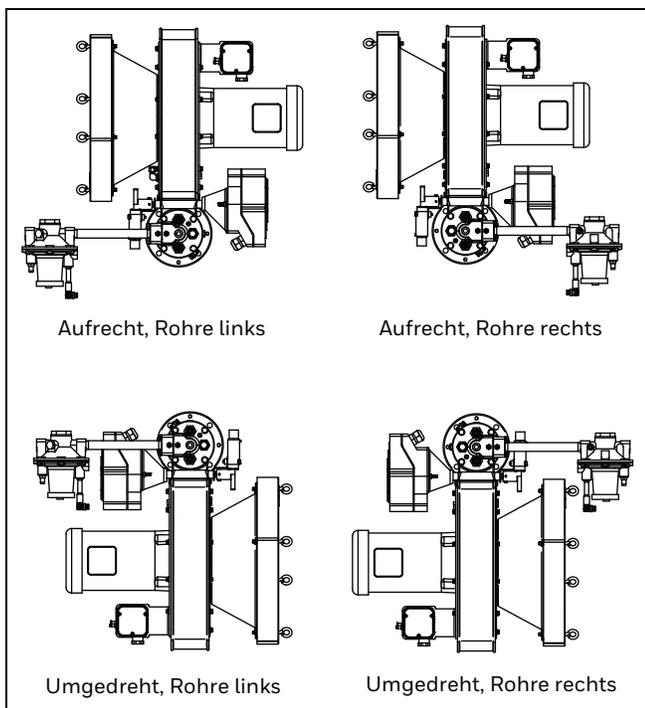

Abbildung 3.1. Auswahl der Konfiguration und gewählte Ausrichtung des Motors
- **Brennstofftyp:** Änderungen des Heizwerts, der relativen Dichte und des Wobbeindexes wirken sich auf die Brennerleistung aus. Falls sich einer dieser Parameter um mehr als $\pm 5\%$ im Vergleich zu Abbildung 3.1 verändert, wenden Sie sich an Eclipse, um die Eignung des Brennstoffs zu überprüfen. Leistungsdaten, Dimensionen und Spezifikationen sind für jedes RatioMatic-Gerät in den Datenblättern zur Reihe Nr. 110 angegeben.